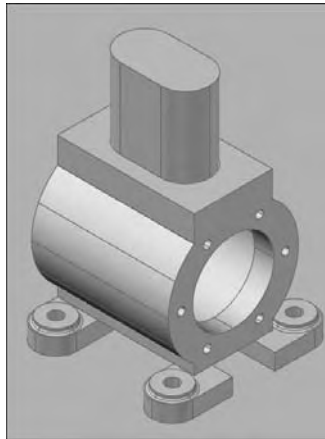

Fig.16.13
- 5 Extrudez la polyligne d'une hauteur de 49 cm (fig.16.13).